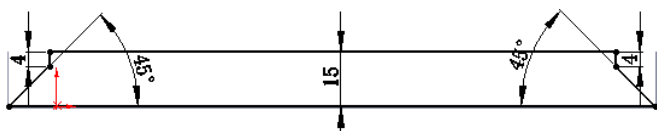

图 17.9.16 横断面草图
(5) 编辑边线法兰 3 的草图。在设计树的 **边线-法兰3** 上右击, 在系统弹出的快捷菜单中单击 命令, 系统进入草图环境。绘制图 17.9.16 所示的横断面草图。退出草图环境, 此时系统完成边线法兰 3 的创建。